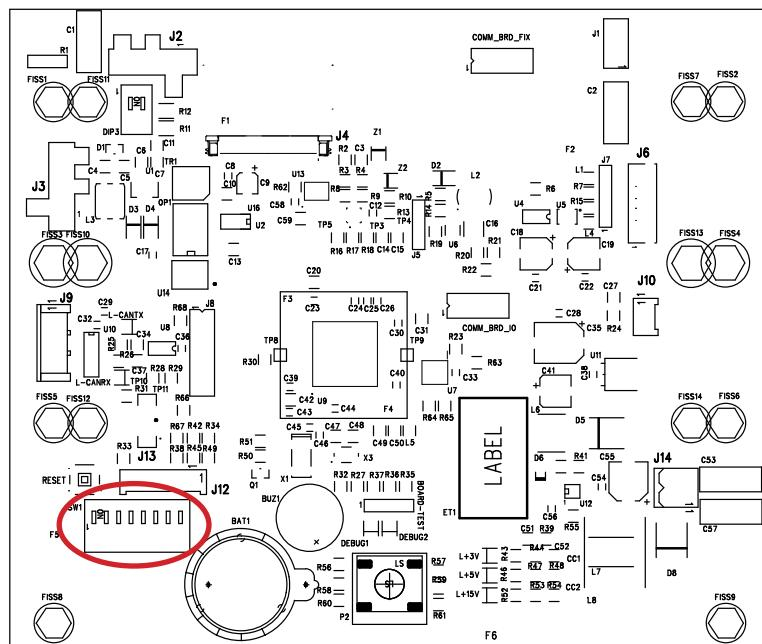

Fig. 11
Completata l'installazione del Kit art. 502, occorre abilitare il riconoscimento del kit nella scheda pannello (50) spostando su ON il DIP switch 5 del banco SW1 (fig. 11)